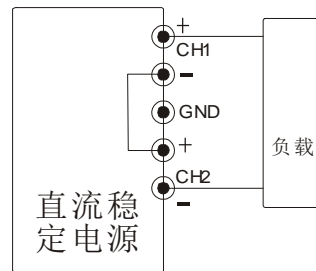

图 5-2 单电源串联输出示意图
(D) 如只需单电源供电，将测试线一端接到 CH2 的负端，另一端接到点 CH1 的正端，两端可提供 2 倍的输出电压值。如图 5-2